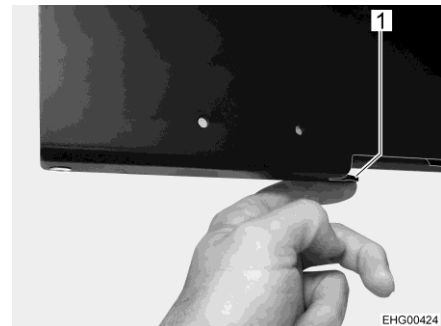

Fig. 95 Desbloquear el mecanismo de giro
- Para girar la pantalla plana a la posición deseada: pulsar la palanca negra (Fig. 95,1) abajo en la placa del dispositivo de extracción y girar la pantalla plana.